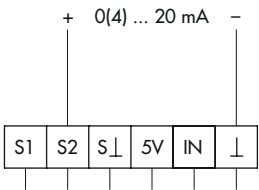

Bild 5-4: Elektrischer Anschluss
- Elektrischen Anschluss abhängig von der Anwendung nach Bild 5-4 vornehmen.